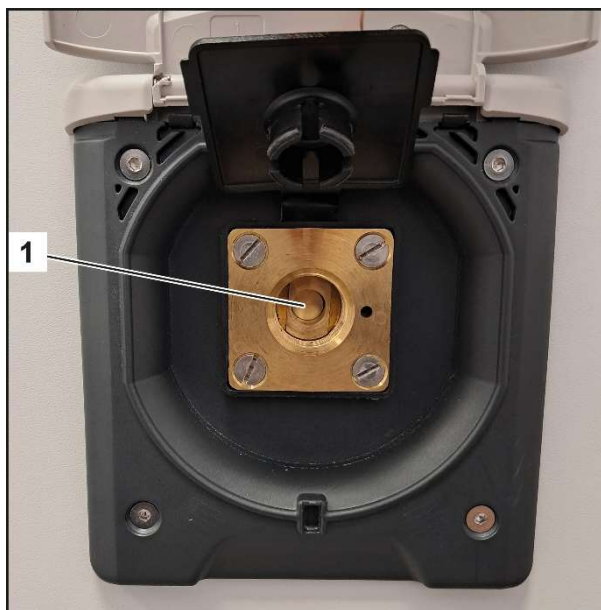

Fig. 14
8. Remover o adaptador de abastecimento (Fig. 13/1) da conexão de enchimento (Fig. 14/1).